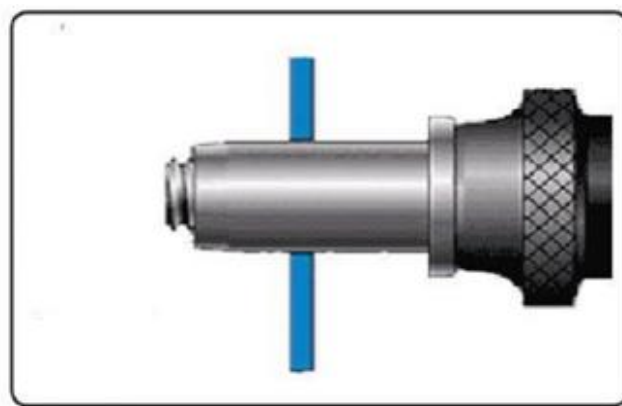

Рис. 2
2. Утримуючи перехідник заклепки (рис. 2) однією рукою, відрегулюйте напрямок обертання головки патрона вправо, і в результаті роботи свердла губки рухатимуться до свердла. Якщо губки не рухаються під час роботи дрелі, їх необхідно проштовхнути відповідним інструментом. Якщо губки висунуті занадто далеко вперед, вкрутити кінчик заклепки в адаптер буде неможливо. Кінці заклепки мають різну довжину залежно від діаметра отвору для вставлення штифта заклепки.